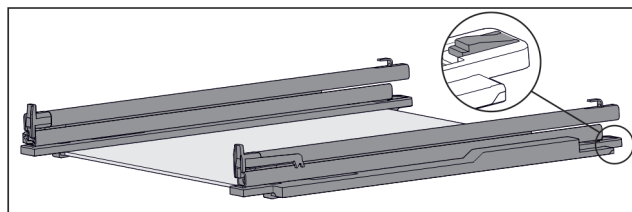

Fig. 219 Steklена plošča z vodili in držalnimi deli
- Držalni del na zadnji strani potisnite navzdol (glejte Fig. 219) in hkrati vodilo potisnite proti zadnji strani.